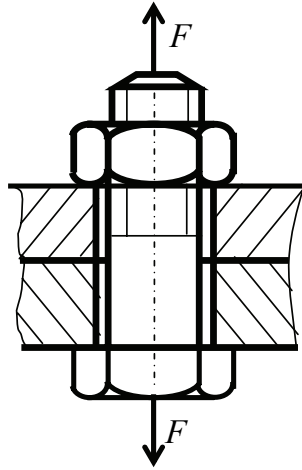

Рис. 20
1. На болт действует осевая сила (рис. 20)  $d_1 \geq \sqrt{\frac{4F}{\pi[\sigma_p]}}$ .
1. На болт с резьбой М20 действует осевая сила  $F$  (рис. 20). Определить максимальное значение силы  $F$ , если допускаемое напряжение на разрыв материала болта  $[\sigma_p] = 100$  МПа, внутренний диаметр резьбы  $d_1 = 17,294$  мм.